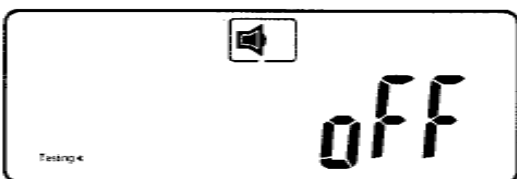
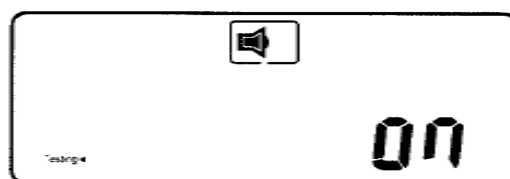

Рис. R1 Внутреннее тестирование отключено
Рис. R2 Внутреннее тестирование включено
Внутреннее самотестирование выключено — рис. R1, включено — рис. R2;
2. Выключить (рис. R1) или включить (рис. R2) внутреннее само тестирование ИБП.